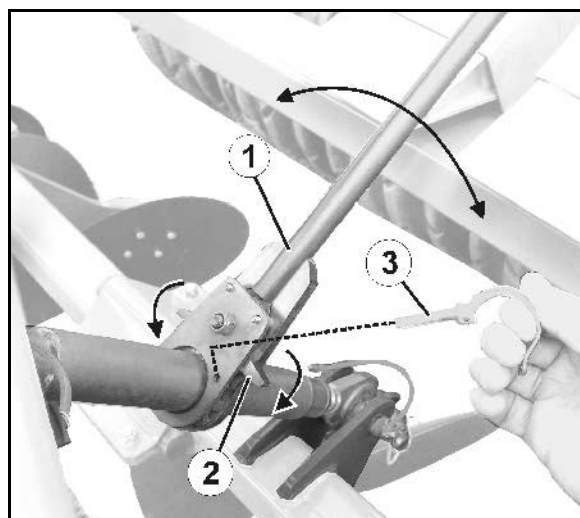

Fig. 58
1. Fjern splinten (Fig. 58/3).
2. Sett svingarmen (Fig. 58/2) inn i ønsket dreieretning.
3. Gjør spindelen kortere/lengre med håndtaket (Fig. 58/1).
4. Sikre med splinten (Fig. 58/3).